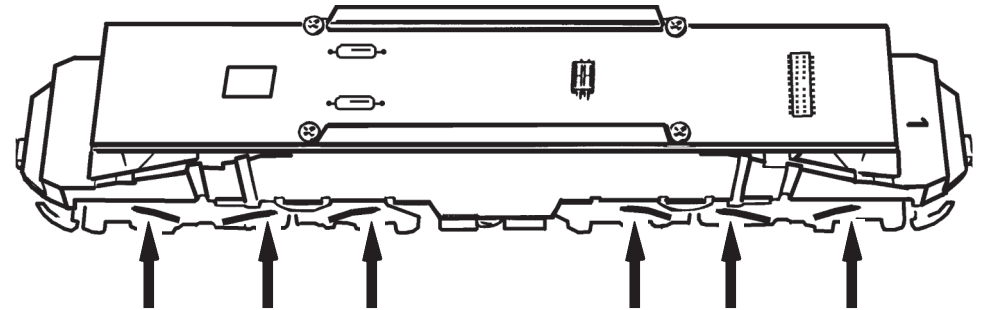

Fig. 11
**Ausführung für Wechselstrom:** siehe Fig. 11
**A.C. operation:** see fig. 11
voir fig. 11